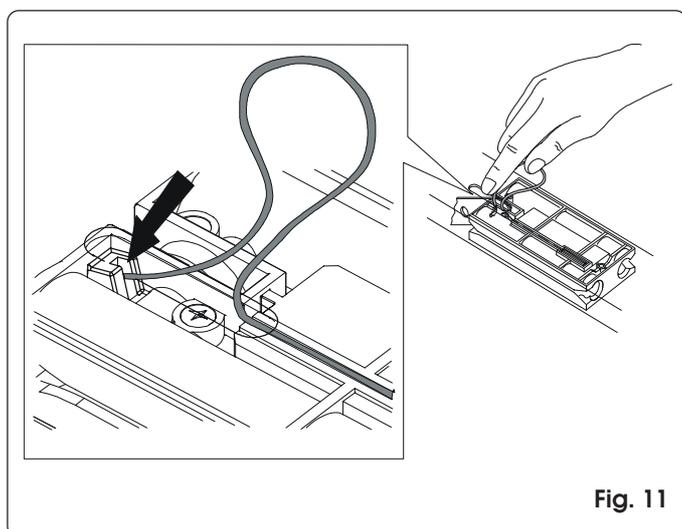

Fig. 11
- 3) Arretrare il carrello verso il gruppo innesto trazione fino a far corrispondere il foro passante sul carrello con l'asola ed infilare il cavetto sguainato (fig. 11).